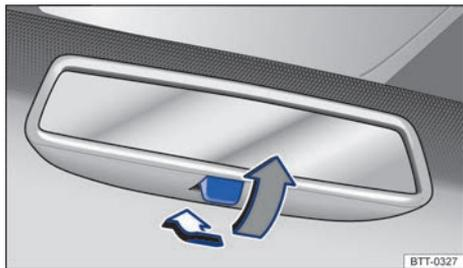

Fig. 94 En el parabrisas: retrovisor interior antideslumbrante manual.
- Para oscurecer el retrovisor, tire de la palanca hacia atrás → fig. 94.